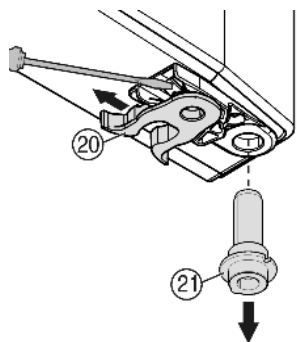

Fig. 9
- ▶ Flytt fjærklemmen *Fig. 9 (20)* over til den andre siden: Press låsetappen ned, trekk fjærklemmen av over den.
- ▶ Trekk lagerbolten *Fig. 9 (21)* ut av dørhylsen, og sett den inn på motsatt side sammen med underlags-skiven. Låsetappen må peke mot dørens innside, sporet mot utsiden.
- ▶ Sving døren inn nede, og sett lagerbolten *Fig. 9 (21)* inn i lagerbukken. Drei ev. på lagerbolten, slik at den kan klikke på plass.